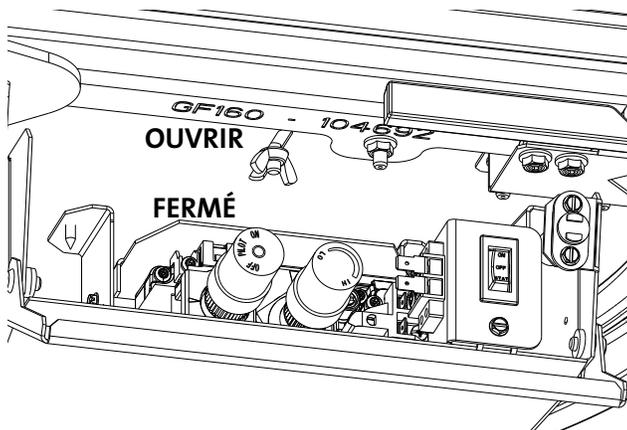

Figure 7.9.
18. GAZ NATURAL ONLY: Ajustez l'obturateur d'air. Fig. 7.9.